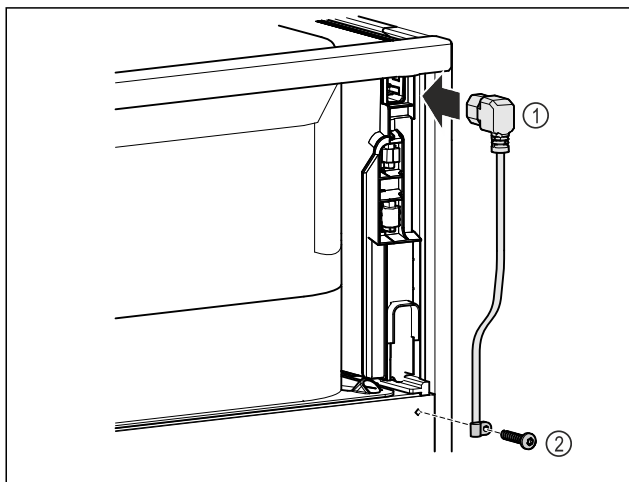

Fig. 9
- ▶ Включете буксата за свързване на уреди с ниска мощност на захранващия кабел Fig. 9 (1) от задната страна на уреда.
- ▶ Монтирате кабелната муфа. Fig. 9 (2)